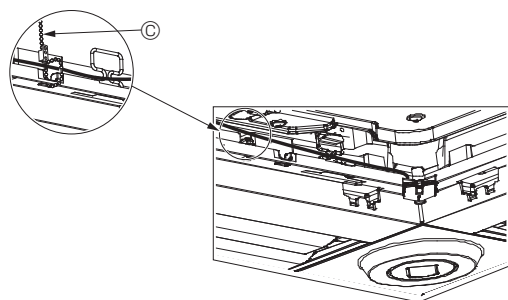

Fig. 10-12
- Fissare i cavi dell'i-See sensor e del ricevitore di segnale al pannello con il dispositivo di attacco come illustrato nello schema, in modo che non siano allentati, quindi tagliare l'estremità in eccesso del dispositivo di attacco. (Fig. 10-12)
- Se la posizione dell'i-See sensor è stata cambiata da "o" (E) a "□" (F), modificare le impostazioni della funzione. (Consultare pagina 96).